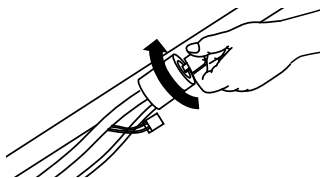

Figura 15
2. Inserte la llave de contacto y gírela (Figura 15).